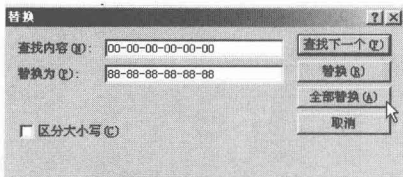

图 1-7 替换网卡号
- 弹出“替换”对话框，将 license.dat 文件默认的网卡号输入到“查找内容”右侧，然后将用户计算机的网卡号输入到“替换为”右侧，如图 1-7 所示。接着单击 **全部替换(A)** 按钮，将所有的网卡号进行替换。